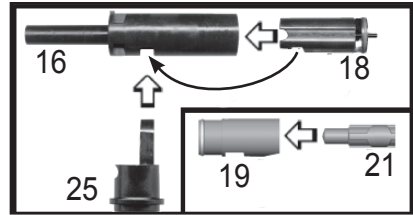

Figura 14: Tubo de Potencia y Tornillo Posterior
- Antes de instalarlos, lubrique todos los empaques de las válvulas, especialmente el Empaque del Tornillo Posterior (20), el Brazo Conector (15), y el Resorte de la Guía (23)/ pasador Guía (22) con algunas gotas de aceite para marcadores Tippmann.
- Inserte la Valvula en el Tubo de Potencia alineada con la valvula Tombstone (fleche negra. Figura 14) hacia abajo para que encaje con la ranura Tombstone del Tubo de Potencia.
5. Inserte el Tapon del Tornillo Posterior (21) dentro del Tornillo Posterior (19).
6. Inserte las partes reensambladas (Tornillo Frontal, Tubo de Potencia/Válvula, y Tornillo Posterior/y Tapón) con el brazo de Conector encima. Inserte todo completamente hasta que el Tombstone (25) puede ser insertados, el Pasador del Recibidor reinstalado, y tener acceso al tornillo de Velocidad. De pronto tendrá que sacudir el marcador mientras que insertan las partes.
- b. Remueva el tornillo (#47 en la Figura 14) usando la llave Allen de 3/16".